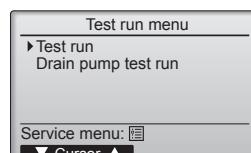

Fig. 8-2
- ② Επιλέξτε "Test run" (Εκτέλεση ελέγχου) από το Test run menu (μενού "Εκτέλεση ελέγχου") και πατήστε το κουμπί [ΕΠΙΛΟΓΗ]. (Fig. 8-2)
- ③ Η λειτουργία εκτέλεσης ελέγχου ζεκινά και εμφανίζεται η οθόνη της λειτουργίας Test run (Εκτέλεση ελέγχου).